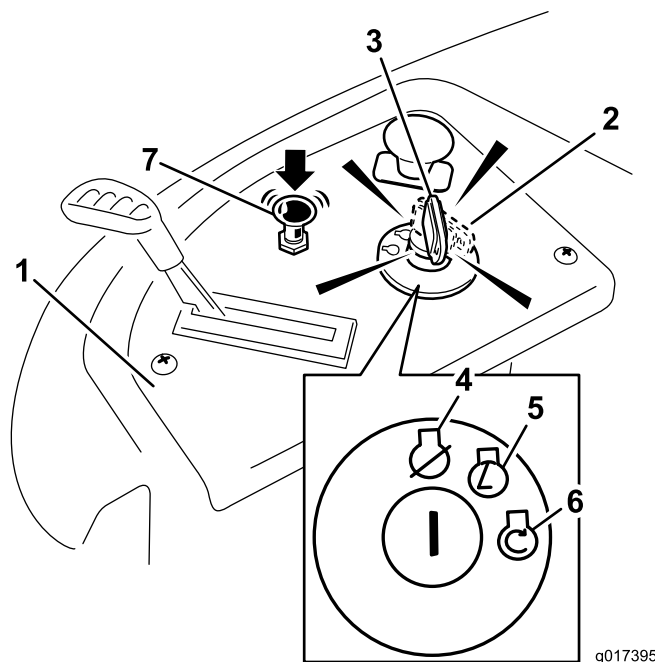

Figura 14
4. Gire la llave de contacto a Arranque para activar el motor de arranque. Cuando el motor arranque, suelte la llave (Figura 14).
5. Después de que el motor arranque, presione hacia abajo el control del estérter (Figura 14). Si el motor se cala o funciona irregularmente, tire hacia arriba del control del estérter y deje el motor en marcha durante unos segundos. Pues presione hacia abajo el control del estérter. Repita este procedimiento tantas veces como sea necesario.
3. Gire la llave de contacto a la posición de Desconectado (Figura 14) y retire la llave.